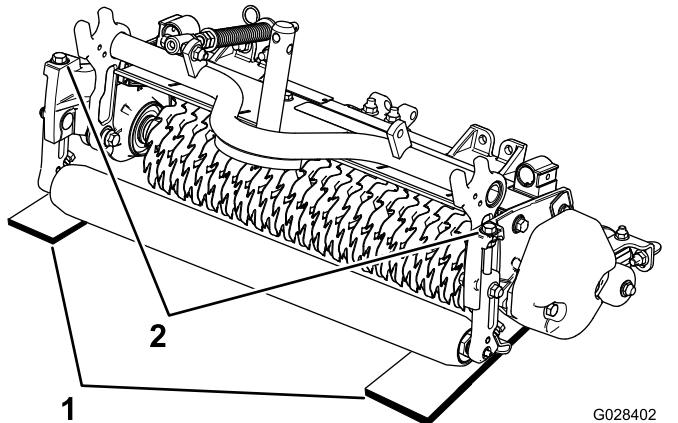

Bild 9
2. Legen Sie zwei Messlehren mit der gewünschten Bodeneindringung des Messers unter die Front- und Heckrolle der Vertikutierspindel an jedem Ende der Spindel (Bild 9).
3. Drehen Sie die Einstellschraube an jeder Schnitthöhenhalterung (Bild 9) so ein, dass die Vertikutierspindeln an beiden Enden die flache Oberfläche berühren.